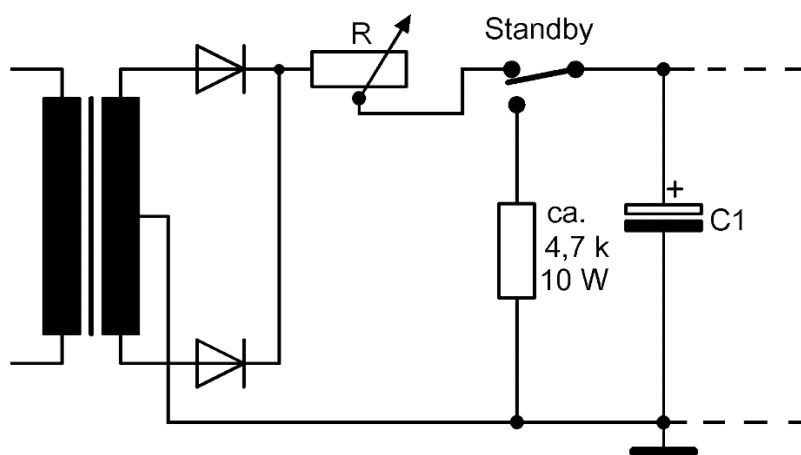

Bild 8 Ein variabler Hochlastwiderstand vor dem Ladeelko simuliert einen Röhrgleichrichter
7) Zwischen Siliziumgleichrichter und C1 wird ein Hochlastpotentiometer von 500 Ω /50 W gelegt (**Bild 8**), aus Platzgründen ebenfalls extern angeschlossen.
Für Experimentierfreudige, die an ihren Verstärkern viel herumlöten, hier noch ein Tipp zur Sicherheit. Nach dem Ausschalten des Verstärkers halten die Elkos noch lange Zeit ihre Hochspannung. Diese zu berühren macht überhaupt keinen Spaß. Eine schnelle Entladung lässt sich erreichen, indem man den Standby-Schalter als Umschalter ausführt, der den Kondensator C1 über einen Widerstand von z. B. 4,7 k Ω /10 W kurzschließt, wie in **Bild 8** schon mit eingezeichnet. So ist die Stromschlaggefahr nach wenigen Sekunden gebannt.